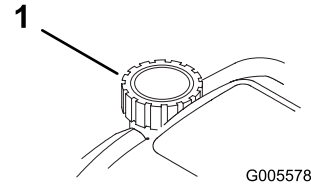

Bild 11
1. Reinigen Sie den Bereich um den Tankdeckel (Bild 11).